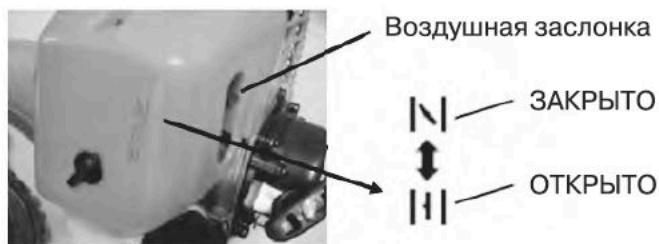

рис. 11
4. Переместите воздушную заслонку в положение «ЗАКРЫТО». Рис. 11.
7. После запуска двигателя переместите воздушную заслонку в положение «ОТКРЫТО» (рис. 11).